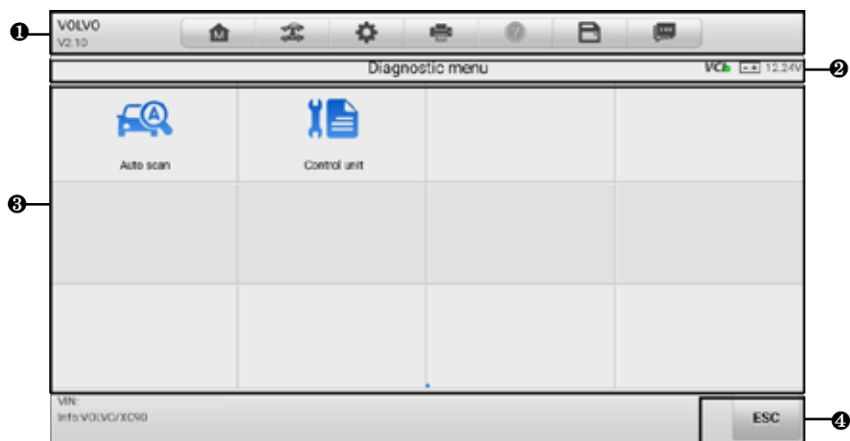

Figure 4-4 Écran du menu de diagnostic
3. Sélectionnez **Auto Detect**. La tablette commence à scanner le VIN sur l'ECU du véhicule. Une fois le véhicule testé identifié avec succès, le système vous guide vers l'écran du menu de diagnostic du véhicule. Voir la figure 4-4 Écran du menu de diagnostic.